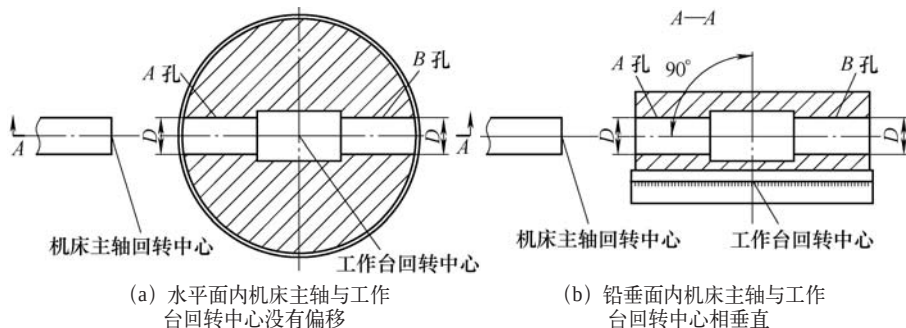
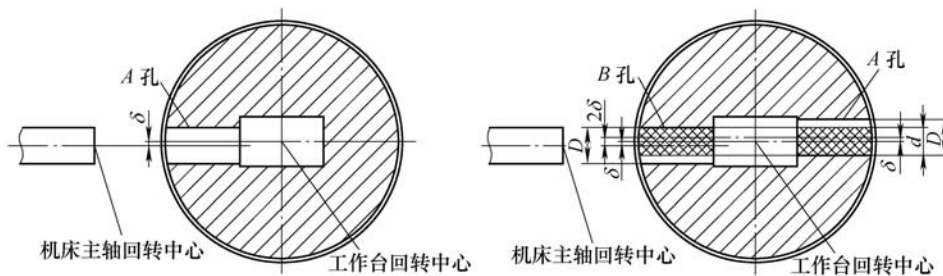

图3 机床主轴中心与工作台回转中心在空间正交的情况
图4 机床主轴中心与工作台回转中心在水平面内垂直但不相交的情况
（1）机床主轴与工作台回转中心在空间正交的情况。具体情况如图3所示：①当机床主轴中心与工作台回转中心在空间正交时，先加工的A孔与后加工的B孔轴线重合，同轴度误差为零。
②两孔中心线重合为一条线，A孔与B孔可同时顺利通过孔用塞规的检查。③无论工装及被加工件安放在工作台的什么位置，刀具始终要沿着A孔与B孔的位置进刀，因此工装的安放位置对同轴度不会带来影响，只是对产品被加工孔的位置产生一定的影响。
（2）机床主轴与工作台回转中心在水平面内垂直但不相交的情况。具体情况如图4所示：①